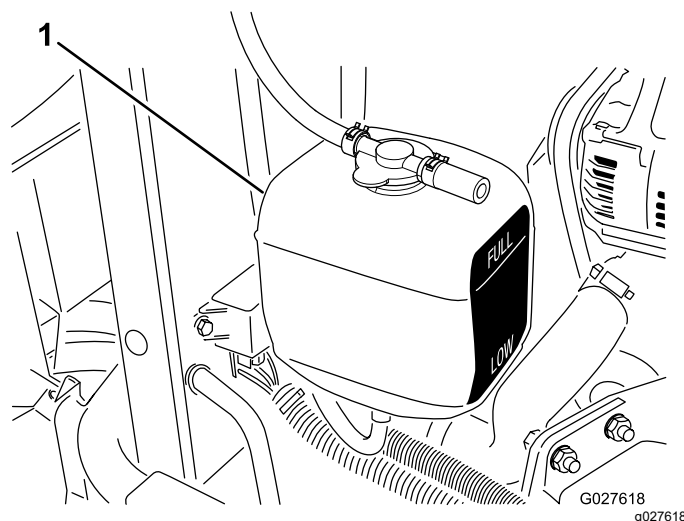

Рисунок 73
3. Проверьте уровень охлаждающей жидкости в расширительном бачке (Рисунок 73).